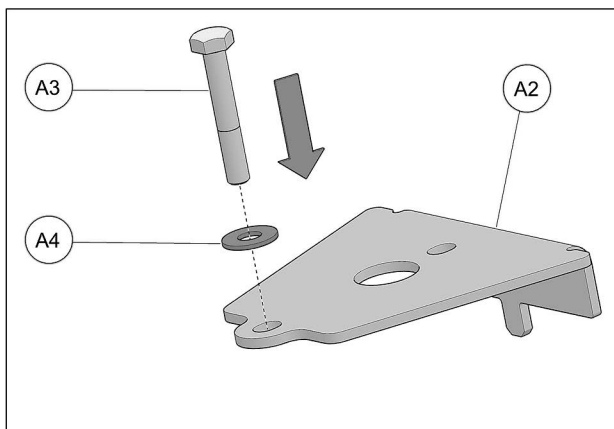

Fig. 27
10. Insérer le boulon (A3) & la rondelle (A4) dans le trou à l'avant de la plaque supérieure (A2) de l'ancrage. Voir la Fig. 27